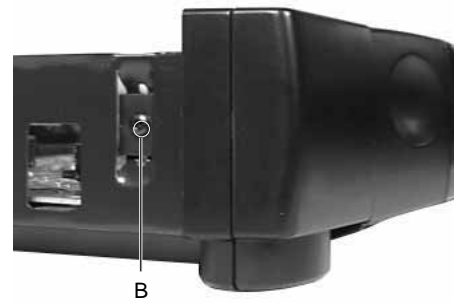

Fig. 2
- 2 Schrauben **B** an den Seitenteilen herausdrehen (Fig. 2).
- Undo 2 screws **B** one on each side of the case (Fig. 2).